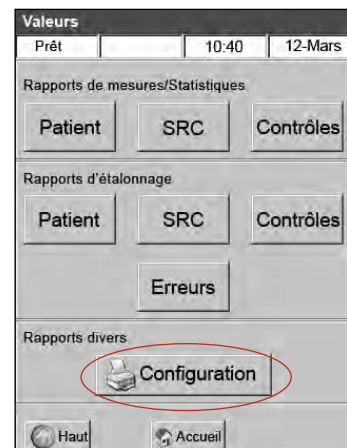

Figure J-9 : Touche "Configuration" à l'écran "Valeurs"
- À la section "Rapports divers", sélectionnez **"Configuration"** (Figure J-9) pour imprimer le rapport. Le document imprimé répertorie toutes les configurations installées pour l'analyseur, y compris les fourchettes des contrôles de qualité, les limites de référence, les facteurs de corrélation, l'information concernant les patients, les réglages de l'imprimante, etc.